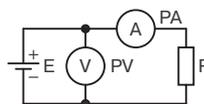

Рис. 1.10. Схема включения вольтметра и амперметра
Простейшим способом измерения тока и напряжения является непосредственное включение измерительных приборов в цепь (рис. 1.10), возможное при выполнении условий:
**Амперметр**, предназначенный для измерения тока, включается в разрыв цепи, т. е. последовательно с нагрузкой (рис. 1.10). При неправильном включении амперметра (параллельно нагрузке) из-за малого сопротивления прибора возникнет короткое замыкание и высока вероятность выхода амперметра из строя.
Вольтметр, предназначенный для измерения напряжения, включается параллельно нагрузке (рис. 1.10). При включении прибора последовательно нагрузке из-за очень большого сопротивления изменится режим работы цепи.